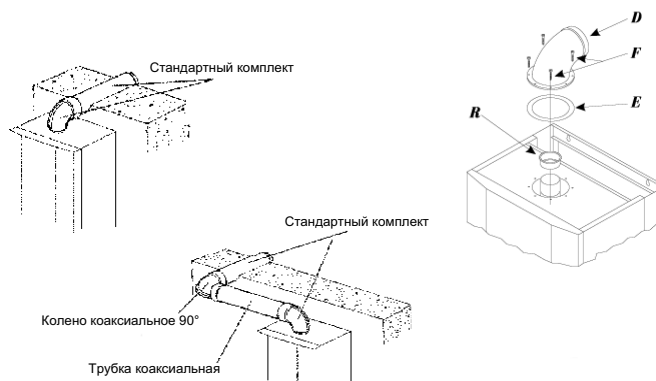

Рис. 13 – Горизонтальная трасса отвода прод. сгорания
Примечание: При длине коаксиальной трубы больше 4 м (эквивалентной) необходимо выбрать кружок-заслонку (R), размещенную на выходе вентилятора (см.рис.13).
- Установите прокладку (E) на дно колена (D).
- Осторожно вложите прокладочный кружок (J) в нижнюю и верхнюю части внутри колена.
- Установите внешний резиновый прокладочный кружок (G) на трубу входа воздуха (A).
- Проведите коаксиальную трубу через отверстие в стене так, чтобы кружок (G) был на уровне внешней стены.
- Установите манжету и скрепление (C) на трубку и колено (D) и убедитесь, чтобы внутренние и внешние трубки были герметичными.
Примечание: Максимальная горизонтальная длина (колено и 8 м без сгибов) равняется 9 м (эквивалентным). При длине горизонтальной трассы больше 3 м (эквивалентной) необходимо выбрать кружок-заслонку (R), размещенную на выходе из вентилятора (см.рис. 13).